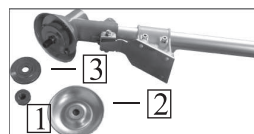

рис.6
### 6.5 Установка режущего ножа (рис.6)
6.5.1 Открутите гайку крепления ножа 1 (рис.6), поворачивая её по часовой стрелке.
6.5.2 Снимите нижнюю крышку 2 (рис.6) и прижимную шайбу 3 (рис.6) ножа со штанги гибкого вала.
6.6.1 Открутите гайку крепления ножа 1 (рис.6), поворачивая её по часовой стрелке.
6.6.2 Снимите нижнюю крышку 2 (рис.6) и прижимную шайбу 3 (рис.6) ножа со штанги гибкого вала.